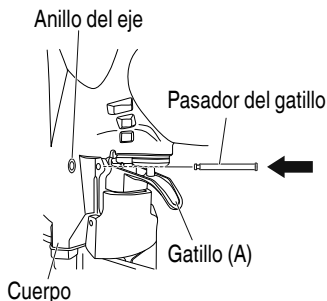

Fig. 4
El ensamblaje se puede realizar mediante el procedimiento indicado en la Fig. 4.
Como se muestra en la Fig. 4, pase el pasador del gatillo con firmeza a través del orificio del gatillo (A) e instale el anillo del eje en el pasador del gatillo.